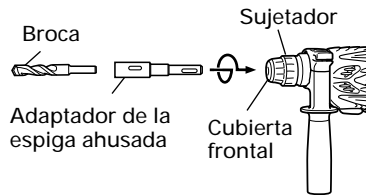
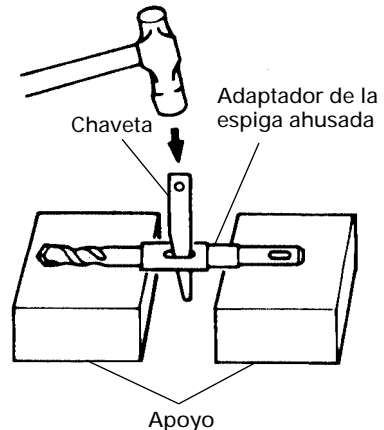

Fig. 13
Fig. 14
- (1) Montar el adaptador de la espiga ahusada en el martillo perforador (Fig. 13).
- (2) Montar la broca (espiga ahusada) en el adaptador de la espiga ahusada (Fig. 13).
- (3) Poner el interruptor en la posición de ON (encendido), y taladrar un agujero de la profundidad especificada.
- (4) Para quitar la broca (espiga ahusada), insertar la chaveta en la ranura del adaptador de la espiga ahusada y golpear la cabeza de la chaveta con un martillo. Usar apoyos como se muestra en la Fig. 14.